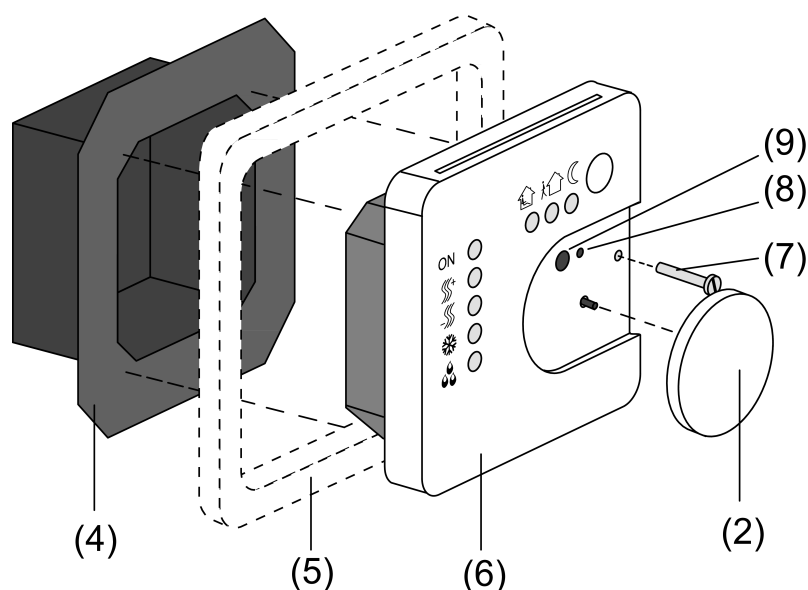
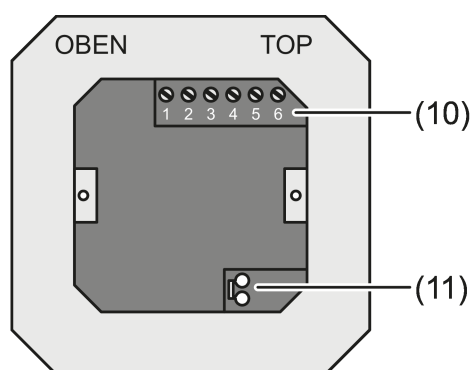
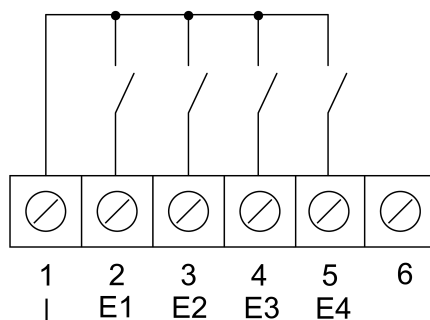
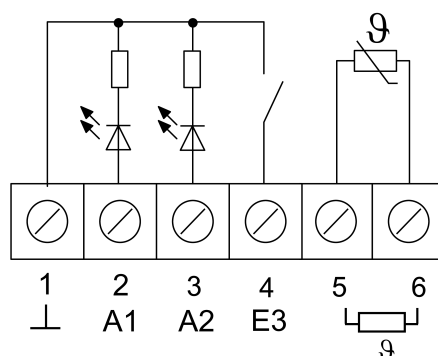

Figura 2: Estructura del aparato
Figura 3: Mecanismo de bornes
Figura 4: Conexión de las entradas binarias
Figura 5: Conexión de salidas binarias
- (4) Mecanismo de bornes
- (5) Marco cobertor
- (6) Módulo electrónico
- (7) Tornillo de seguridad
- (8) LED de programación
- (9) Tecla de programación
- Separar el mecanismo de bornes (4) del módulo electrónico (6) (véase figura 2).
- Conectar la línea de bus al borne de conexión (11) del mecanismo de bornes (véase figura 3).
- Entradas binarias **E1...E4**: conectar los contactos de ventana de cierre o los contactos normalmente cerrados como interruptores o pulsadores a los bornes 1 y 2...5 (véase figura 4) de la regleta de bornes (10) (véase figura 3).
- Salidas binarias **A1...A2**: conectar los LED o los relés electrónicos a los bornes 1 y 2, 3 (véase figura 5) de la regleta de bornes (10) (véase figura 3).
- Conectar el sensor externo de temperatura a los bornes **5** y **6** (véase figura 5) de la regleta de bornes (10) (véase figura 3).
- Insertar el mecanismo de bornes (4) (véase figura 2) en la caja para mecanismos empotrada. Observar que la inscripción **OBEN / TOP** quede arriba. La conexión de bus (11) debe quedar abajo a la derecha (véase figura 3).
- Colocar la cubierta (5) sobre el mecanismo de bornes (4).
- Colocar el módulo electrónico (6) en la posición correcta en el mecanismo de bornes (4).
- Quitar la rueda de ajuste (2).
- Fijar el módulo electrónico con el tornillo de seguridad (7).
- Montar de nuevo la rueda de ajuste (2).
- Quitar la rueda de ajuste (2) (véase figura 2).
- Pulsar la tecla de programación (9).